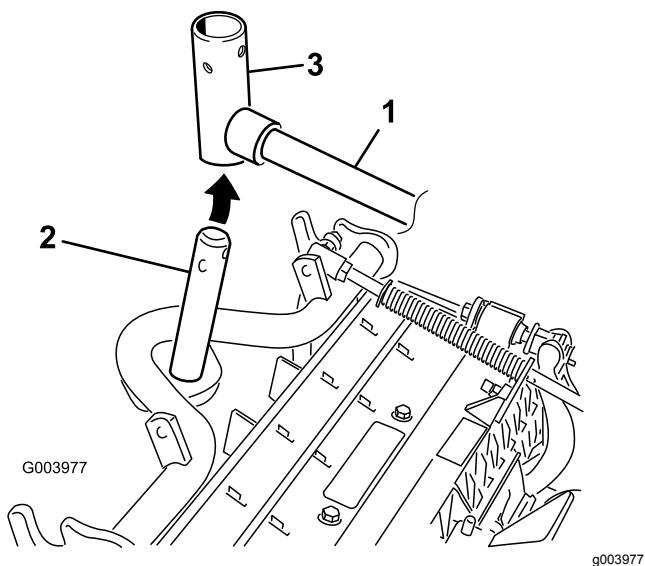

図 11
8. フロントに取り付けるカッティングユニットは、昇降アームの下に入れるときにキャリアフレームのシャフトを立てて昇降アームのピボットヨークに挿入する図 11。
- B. 昇降アームのヨークをキャリアフレームのシャフトに通す図 11。